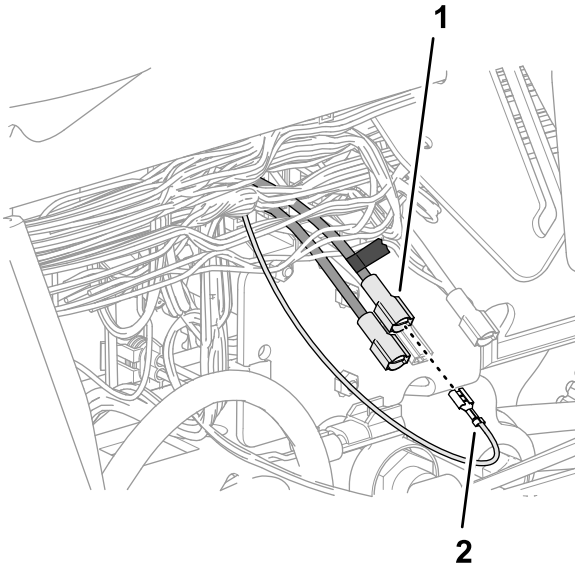

图190
5. 将在步骤 4 中标记的刀形接头接入套件线束红色线 51mm 端部的插槽接头图190。